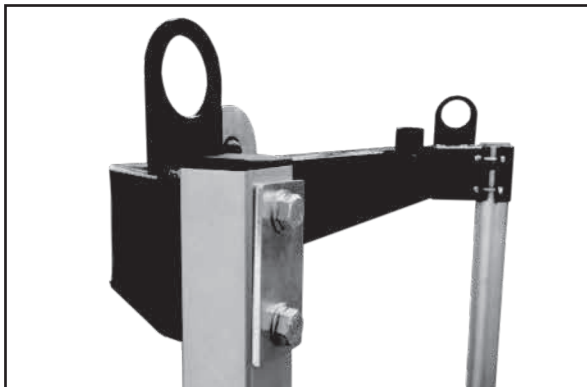
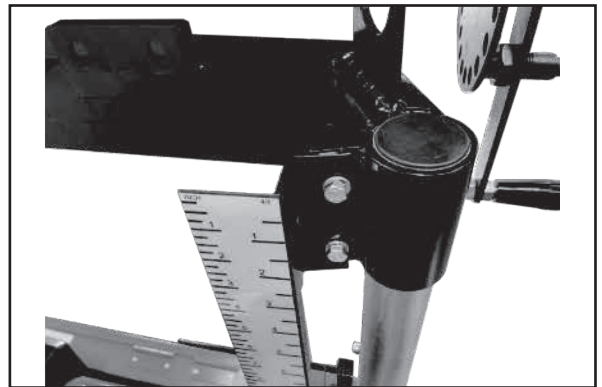

Fig. 42
Fig. 43
Étape 19 : Installer la barre transversale du chariot et l'échelle de grume. Placez la barre transversale de chariot sur le support rond de chariot et utilisez la pince de la barre transversale du chariot avec deux boulons à épaulement M12 courts et rondelles plates M12 Rondelles pour le maintenir en place (fig. 42). **NE SERREZ PAS LES BOULONS.** À l'extrémité du tube rond, utilisez une paire de clés et retirez les deux boulons de la pince ronde sur la barre transversale du chariot. Placez l'échelle de grume sur l'extérieur de la pince ronde de la barre transversale du chariot et replacez les deux boulons (fig. 43). Tout en tenant l'échelle parallèle au tube rond et la pince ronde de la barre transversale du chariot affleurant à l'extrémité du tube rond, serrez les boulons. Utilisez les deux boulons situés juste au-dessus de la poignée de verrouillage de la came pour fixer la tige carrée. Placez l'indicateur d'échelle sur la tige carrée et serrez le bouton pour le maintenir en place. Il peut être nécessaire de plier légèrement la tige carrée et l'échelle de grume, de sorte qu'elles soient parallèles. Serrez les boulons de la bride de support de tube carré.